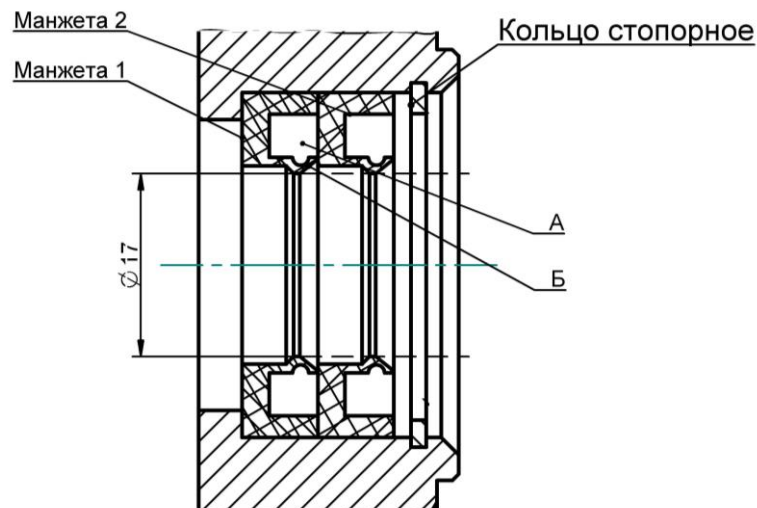

Рис. 5. Схема установки манжет.
8. Снять кольцо стопорное и снять 2 манжеты (рис. 5).
- Установить манжету 1 (Рис.5)